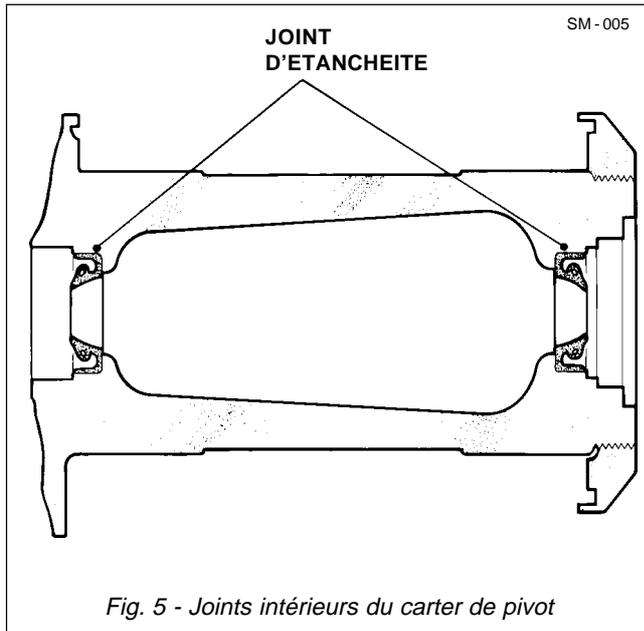
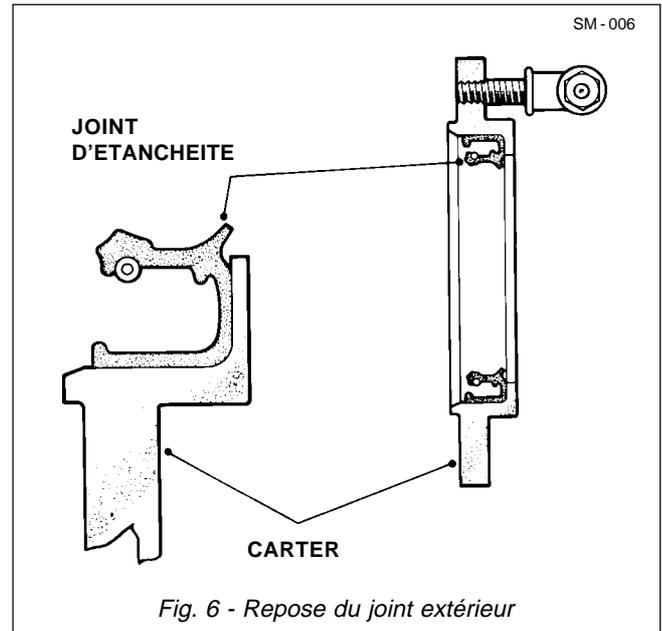

Fig. 5 - Joints intérieurs du carter de pivot
Fig. 6 - Repose du joint extérieur
7. Appliquez une couche de graisse sur les nouveaux joints d'étanchéité (29) et reposez les joints d'étanchéité dans le carter du pivot. Assurez-vous que les lèvres du joint sont dirigées vers l'extérieur comme indiqué dans la Fig. 5.
8. Assurez-vous que le roulement de l'arbre de pivot (30) est enduit au préalable de graisse, puis positionnez l'entretoise (19), le roulement (30) et la rondelle (39) à l'arrière de l'arbre (37).
9. Appliquez un peu de graisse pour remplir le rebord intérieur du nouveau joint (40) et positionnez le nouveau joint dans le carter arrière (31). Se reporter Fig. 6. Remplissez l'ensemble du raccord de graissage (24) sur le carter arrière avec de la graisse et assurez-vous que le nipple (22) ne dépasse pas dans la fente de graisse sur la surface arrière du carter (31).
10. Remontez le carter arrière (31) et l'ensemble du disque/fourche de frein (16) à l'arrière de l'arbre (37). Fixez à l'aide du contre-écrou (25) et des deux rondelles (26) mais serrez uniquement à la main à ce niveau.
11. Insérez l'ensemble de l'arbre (37) totalement dans le pivot (1) depuis l'arrière. Veillez à ne pas défaire les joints internes (29). Veillez à ne pas détacher les joints d'étanchéité internes (29).
12. Retirez partiellement l'ensemble de l'arbre (37) afin de remplir de graisse le carter du roulement de l'arbre de transmission de pivot arrière (30) d'une contenance de 1/3 à 1/2.
13. Repositionnez l'ensemble de l'arbre (37) totalement dans le pivot (1).
14. Alignez le carter (31) avec le raccord de graissage (24) au-dessus et fixez à l'aide des rondelles d'arrêt (14) et des boulons (20). Serrez les boulons (20) à un couple de 106 Nm.
15. Appliquez un peu de graisse pour remplir le rebord intérieur du nouveau joint (12) et positionnez le joint d'étanchéité dans le carter avant (28). Reportez-vous à la Fig. 6. Remplissez de graisse le tuyau (3) via le raccord de graissage (50). Assurez-vous que le tuyau (3) ne dépasse pas dans la fente de graisse sur la face arrière du carter (28).
16. Reposez l'entretoise (19) à l'avant de l'arbre (37).
17. Graissez au préalable le roulement (30) en veillant à ne pas appliquer de la graisse sur la surface extérieure courbe. Nettoyez cette surface avec un solvant adéquat si nécessaire et laissez sécher. Nettoyez cette surface avec un solvant adéquat si nécessaire et laissez sécher.